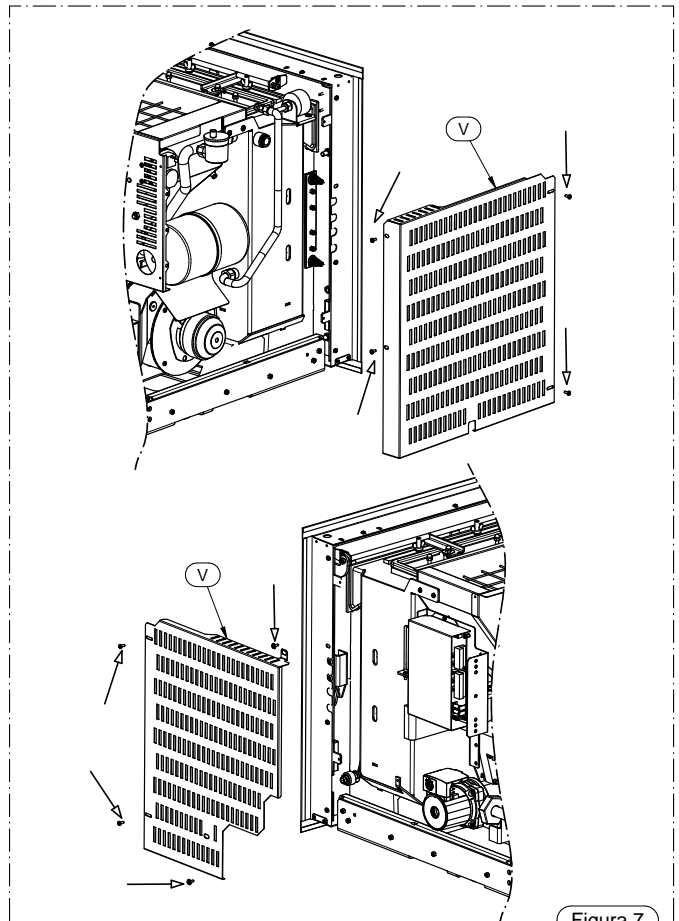

Figura 7
- Smontare ora (se non già fatto precedentemente) i fianchi rivestimento V agendo sulle 4 viti indicate con la freccia (vedi Figura 7).